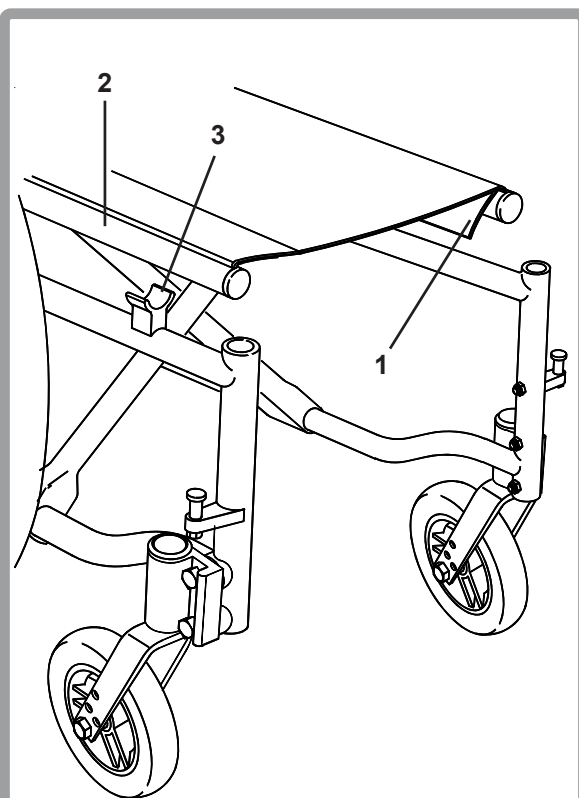

Fig. 44
De zitbekleding kan opnieuw worden gespannen met gebruik van de Velcro® panelen aan de onderzijde van de zitting (1). Klap de stoel licht in en stel de band bij (Fig. 44).